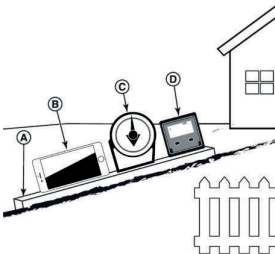

FIG.1
1. UTILICE UNA REGLA DE AL MENOS DOS (2) PIES DE LARGO (A, FIG. 1). UN 2X4 O UN TROZO RECTO DE METAL TAMBIÉN SIRVEN.
UNO. UTILICE SU SMARTPHONE: MUCHOS SMARTPHONES (B, FIG. 1) DISPONEN DE UN CLINÓMETRO (BUSCADOR DE ÁNGULOS).
B. UTILICE LAS HERRAMIENTAS DE BÚSQUEDA DE ÁNGULOS: LAS HERRAMIENTAS BUSCADORAS DE ÁNGULOS (C Y D, FIG. 1) ESTÁN DISPONIBLES EN LAS FERRETERÍAS LOCALES O EN LÍNEA (TAMBIÉN LLAMADAS CLINÓMETRO, PROTRACTOR, MEDIDOR DE ÁNGULOS O MEDIDOR DE ÁNGULOS). LOS DE TIPO DIAL (C) O LOS DIGITALES (D) FUNCIONAN, LOS OTROS NO. LEA Y OBEDEZCA LAS INSTRUCCIONES DE USO SUMINISTRADAS CON EL MEDIDOR DE ÁNGULOS.
3. COLOQUE LA REGLA DE DOS (2) PIES DE LARGO A LO LARGO DE LA PARTE MÁS EMPINADA DE LA PENDIENTE DEL CÉSPED. COLOQUE LA TABLA ARRIBA Y ABAJO DE LA PENDIENTE.